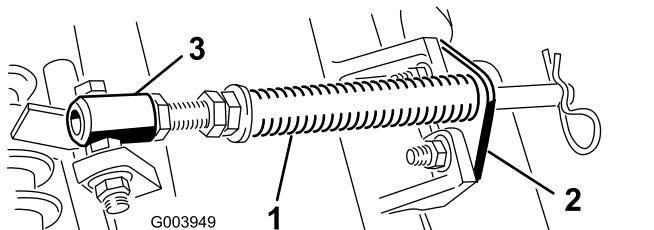

图 10
A. 拆下把杆支架固定到滚刀组凸耳上的 2 个车身螺栓和螺母 图 10。
- B. 拆下将弹簧管栓固定到承载架凸耳 图 10 上的凸缘螺母拆下组件。